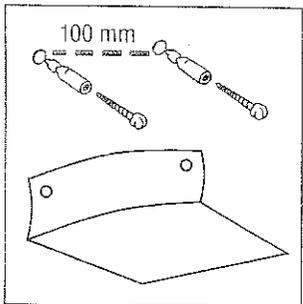

Fig. 3
- Utilisez le support mural pour marquer les trous de perçage (fig. 3).